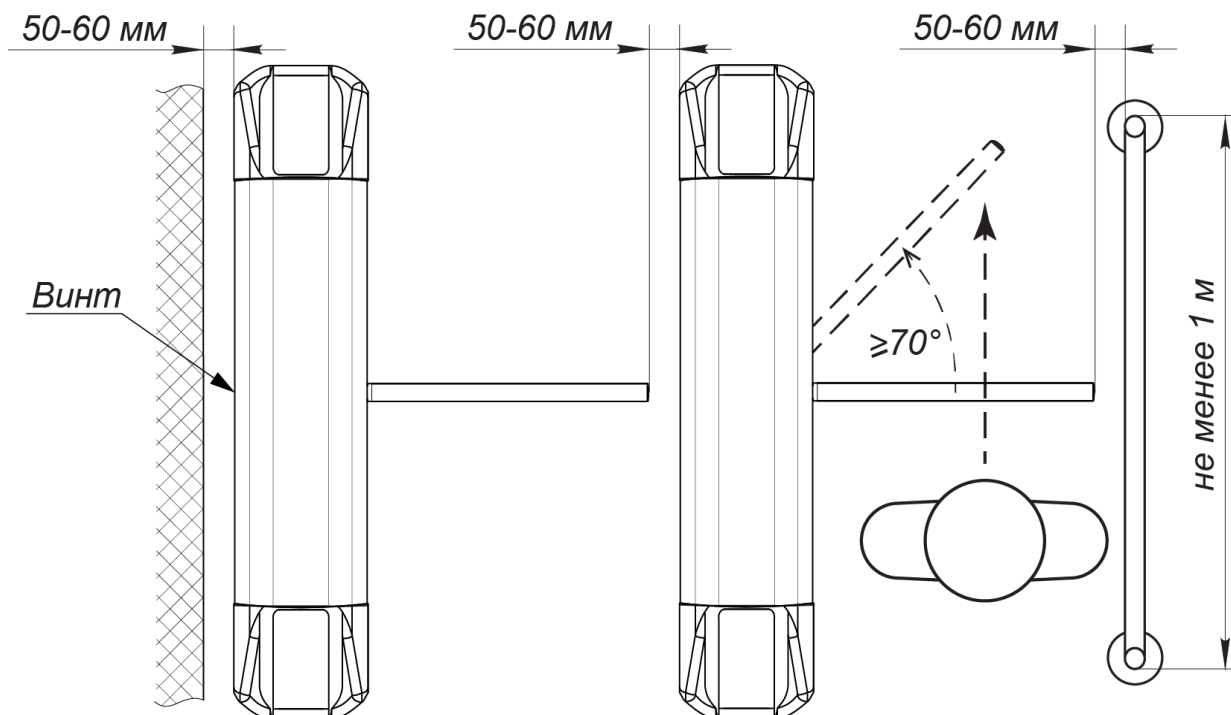

Рисунок 11. Рекомендации по организации зоны прохода
2. Ключом шестигранным SW2,5 из комплекта поставки через отверстие в задней стенке турникета выверните винт установочный (4), фиксирующий крышку (см. рис. 11).
При проходе через турникет в случае работы турникета под управлением контроллера СКУД для регистрации события прохода необходимо осуществить поворот преграждающих планок на угол не менее 70°. Для обеспечения такого угла поворота при организации зоны прохода следуйте рекомендациям, приведенным на рис. 11.
При установке турникета необходимо оставлять зазор не менее 50 мм между задней стенкой турникета и стеной для обеспечения доступа к установочному винту (4), фиксирующему крышку (см. рис. 11).